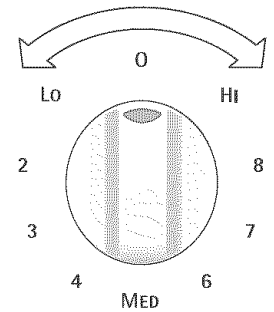

Figura 2
2. Oprima y gire la perilla de control superior en cualquier dirección el ajuste deseado (Figura 2). Gire la perilla para regular el ajuste, si lo desea. Comience la mayoría de las operaciones de cocción en un ajuste más elevado y luego gire a un ajuste más bajo para terminar de cocinar. Cada elemento superior proporciona una cantidad constante de calor en cada ajuste. Si el área de calor de color rojo radiante se extiende más allá del borde inferior del utensilio significa que ese utensilio es **demasiado pequeño** para el área de calefacción del elemento.